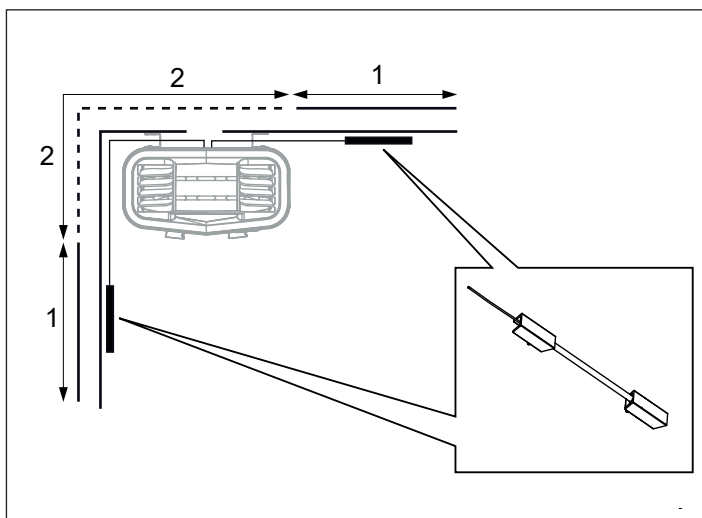

Fig 15: Placering av temperatursensor
7. För placering av temperaturhållare på väggen (se Fig 15). Om möjligt välj placering 1. Placering 2 kommer medföra lägre temperatur i bastun.